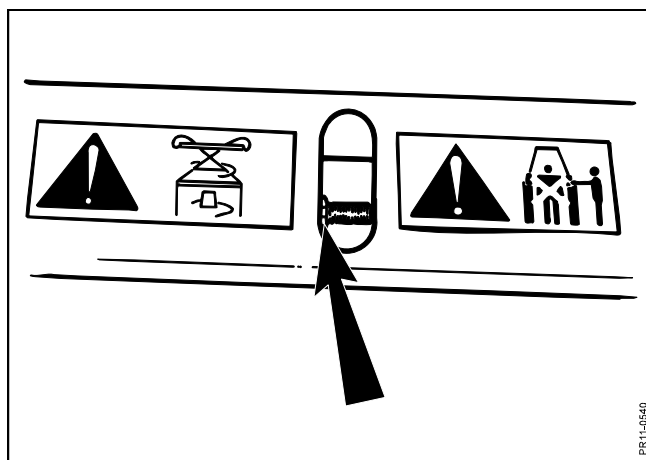

Fig. 3-7
- Fig. 3-7** Hvis maskinen har en tendens til at lette i den ende der er nærmest traktoren, skyldes det at aflastningsfjederen er spændt for hårdt. Det kan afhjælpes ved at løsne møtrikken et par omgange.